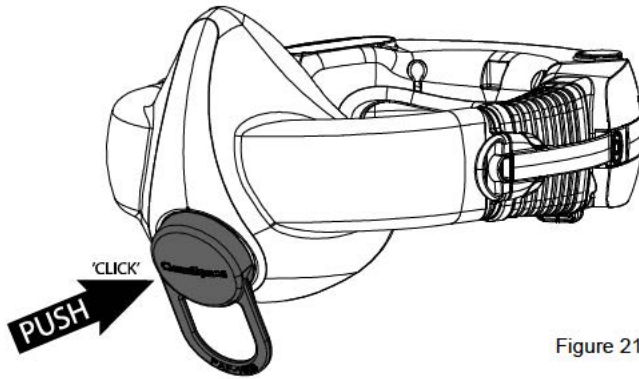

Figure 21 - Fitting Seal Check Cap
- 赤いシールチェックキャップであるPAF-1009を用います。マスクの呼気弁にシールチェックキャップを取り付けます。キャップは所定の位置にカチッとハマるはずですが、図21を参照してください。